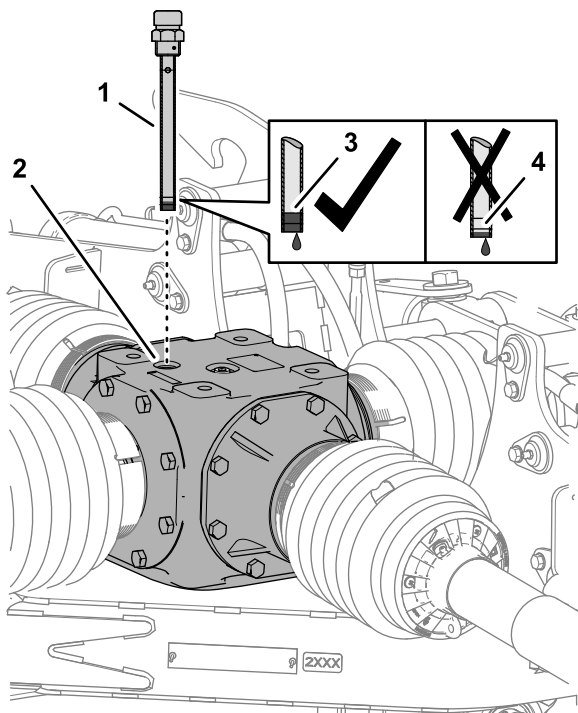
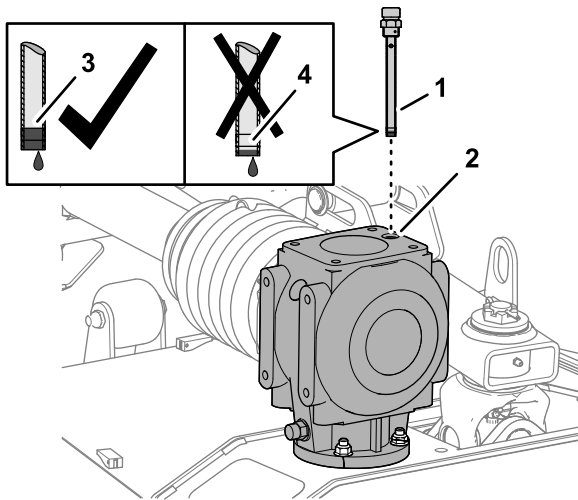

Figura 51
Figura 52
1. Retire la varilla del orificio en la parte superior de la caja de engranajes central (Figura 51 o Figura 52).
- Compruebe el nivel del fluido indicado en la varilla (Figura 51 o Figura 52).
- Enrosque la varilla en el orificio de llenado y apriete la varilla (Figura 51 o Figura 52).